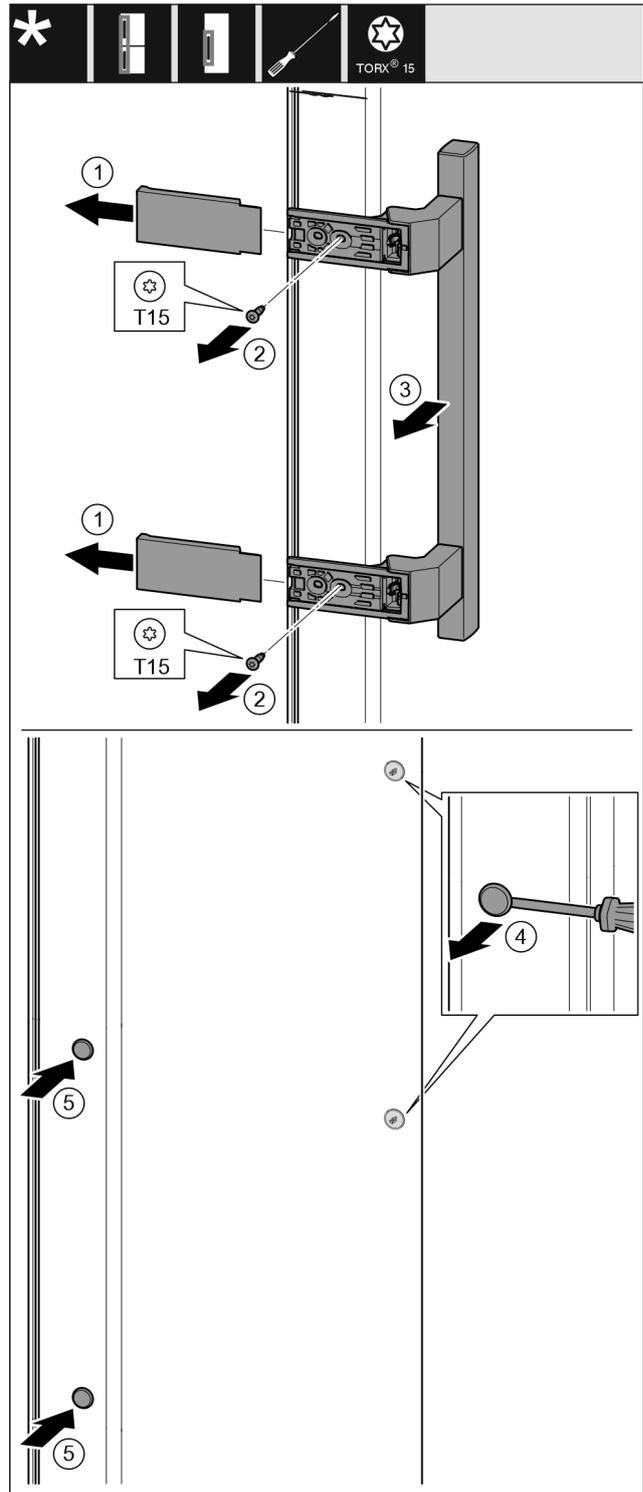

Fig. 11
- ▶ Stiahnite kryt. Fig. 11 (1)
- ▶ Skrutkovačom Torx 15 vyskrutkujte skrutky. Fig. 11 (2)
- ▶ Odoberte držadlo. Fig. 11 (3)
- ▶ Plochým skrutkovačom opatrne nadvihnite a vyberte bočnú zátku. Fig. 11 (4)
- ▶ Zátku opäť nasadíte na druhú stranu. Fig. 11 (5)